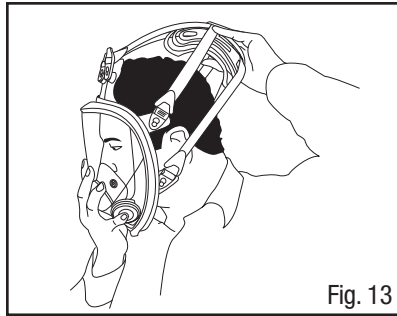

Fig. 13
2. Segure a frente da peça facial com uma mão e os tirantes/suporte de conforto longe da peça facial com a outra mão, criando uma abertura para a cabeça. Puxe o conjunto do respirador para baixo sobre a cabeça e face através da abertura. Coloque o nariz no copo de nariz e o queixo na área do copo de queixo e a seguir aperte a peça facial de modo firme e uniforme contra o rosto (Fig. 13).
3. Puxe o suporte de cabeça para a parte de trás da cabeça (Fig. 13).